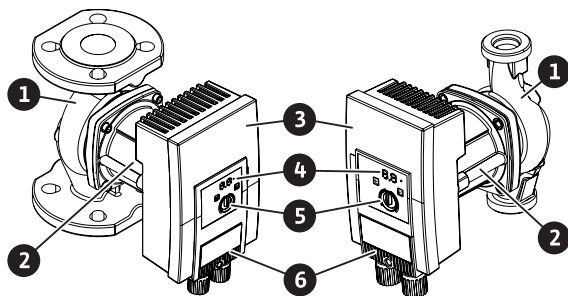

Fig. 1: Vista general de la bomba
En la carcasa del motor se encuentra el módulo de regulación (Fig. 1, pos. 3) que regula la bomba y prepara la interfaz SSM. En función de la aplicación o función de regulación que se escoja, se regulará según la velocidad o la presión diferencial. En todas las funciones de regulación de presión diferencial, la bomba se adapta continuamente a las variaciones de la demanda de potencia de la instalación.